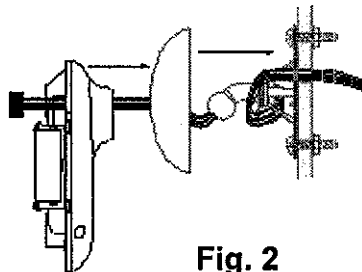

Fig. 2
6. Connecter les câbles basse tension du module de commande à la tresse du capteur au moyen de raccord à torsader. Presser le couvercle de la platine en place pour cacher la platine et les câbles. Faire passer la tresse par l'arrière du capteur et la sortir par l'ouverture tel qu'illustré à la figure 2.